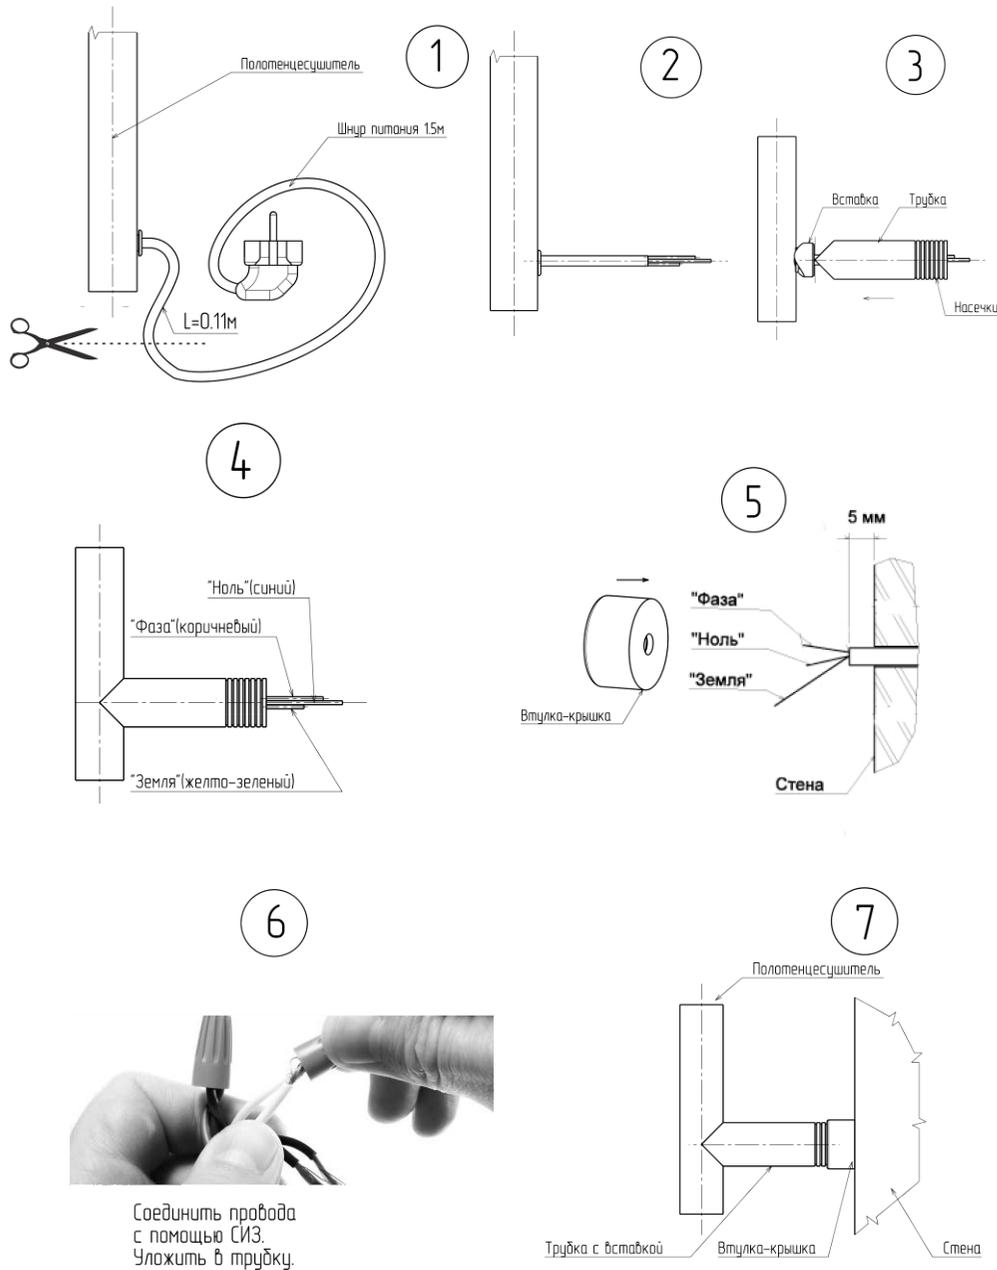

Рис.3
4.6. Монтаж полотенцесушителя со скрытой проводкой производить следующим образом (рис. 3):
4.6.3. Обрезать провод, выходящий из стены 5 (рис. 3). Зачистить концы на длине 5...6мм. Оголенные концы залудить.
4.6.7. Отверстие под шнур подключения закрыть декоративной заглушкой 7 (рис.3).